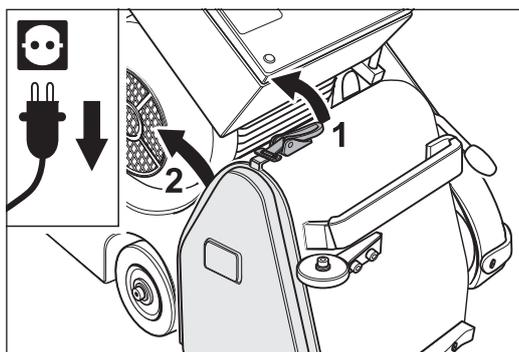

Fig. 32 Desbloqueo del cierre de la tapa y retirada de la chapa protectora.
- 2 Retire la chapa protectora (Fig. 32).
- 2 Desmonte la chapa protectora (Fig. 32).